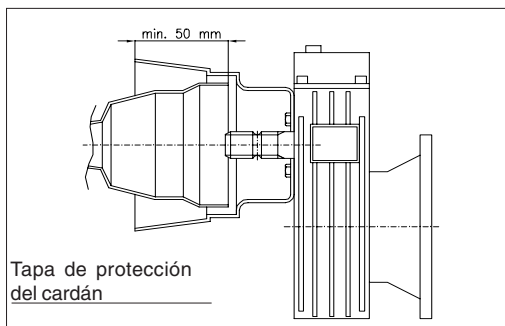

fig. 1
- a) la capucha de protección (fig. 1) esté en condiciones perfectas y bien fijada. La capucha debe cubrir la protección de la junta cardánica por al menos 50 mm e impedirá el contacto accidental de las manos con órganos en movimiento.